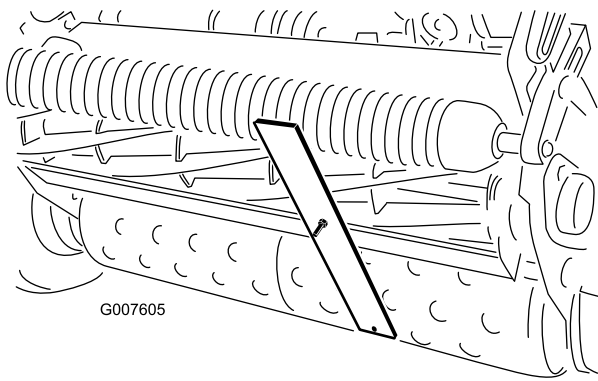

图50
- 将螺丝头钩在底刀的刀刃上，并将调刀尺的后端放到后滚筒上（图50）。